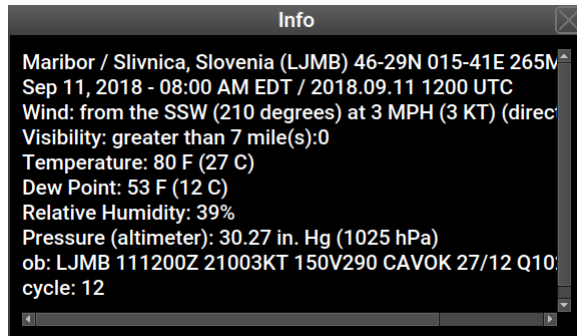

Figure 30: Beispiel eines interpretierten METAR-Berichts.
- Weather** (Wetterabschnitt) ist verfügbar, wenn Nesis mit dem Internet verbunden ist. METAR und TAF-Berichte werden angezeigt. Außerdem, wenn der METAR-Bericht vorliegt und ausgewählt wird, öffnet sich ein neues Fenster, in dem der METAR-Bericht detaillierter und leichter lesbar angezeigt wird (entschlüsselt). Siehe Abbildung 30. In ähnlicher Weise werden auch TAF Details angezeigt, der Inhalt wird jedoch nicht interpretiert.